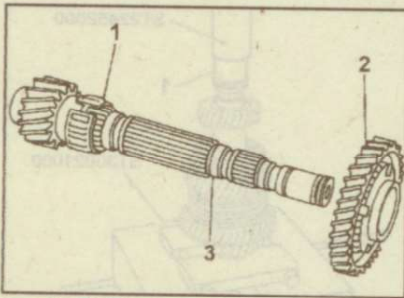

Рис. 9.97. Установка игольчатого подшипника (1) и шестерни 1-й передачи (2) на вторичный вал (3)
1. Установите игольчатый подшипник шестерни 1-й передачи и шестерню 1-й передачи на вторичный вал (рис. 9.97).